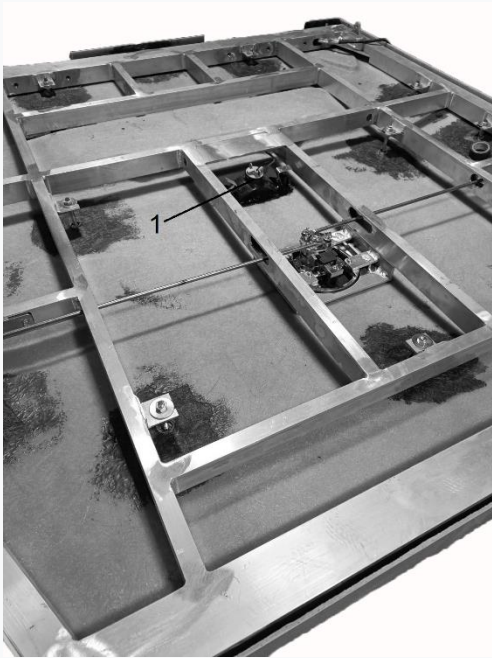

Рис. 6.1
- 2) зняти патрон(2) (рис. 6.2) проворотом з корпусу протитуманного ліхтаря(1) (рис. 6.1);